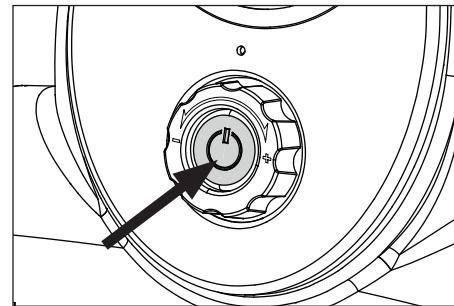

Figure 4 - Bouton de courant
5. Enfoncer le bouton de courant. (Voir la figure 4).
5. Enfoncer le bouton de courant. (Voir la figure 4). L'appareil s'éteindra automatiquement lorsqu'on atteint la pression réglée.